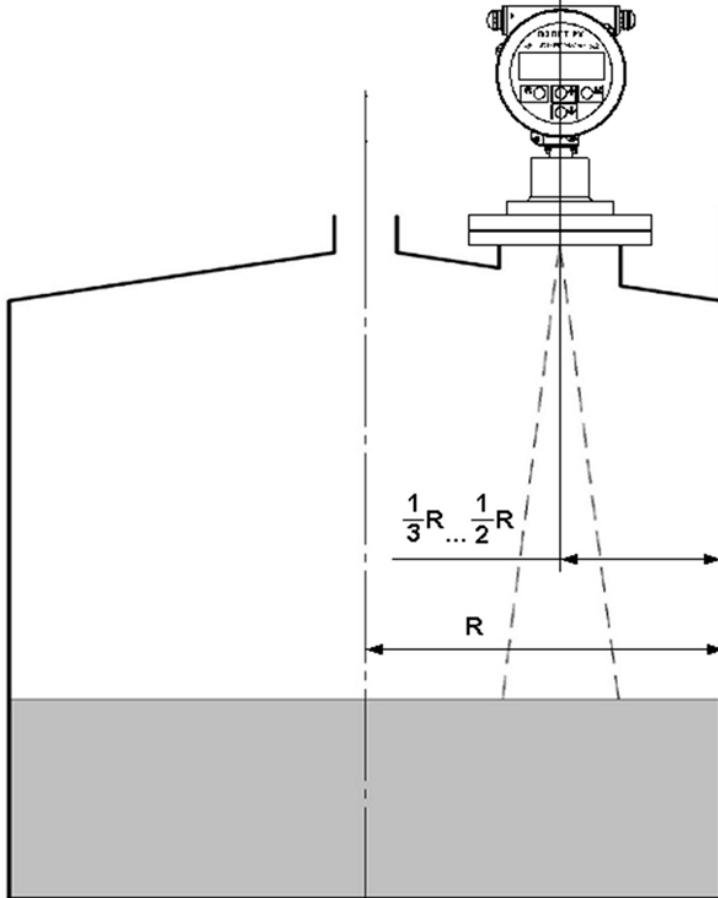

Рис.6 - Допустимое расстояние от стенки емкости до оси датчика.
- расстояние от стенки емкости до центральной оси датчика уровня выбирать в пределах $1/3\dots 1/2$ радиуса резервуара R (рис.6);